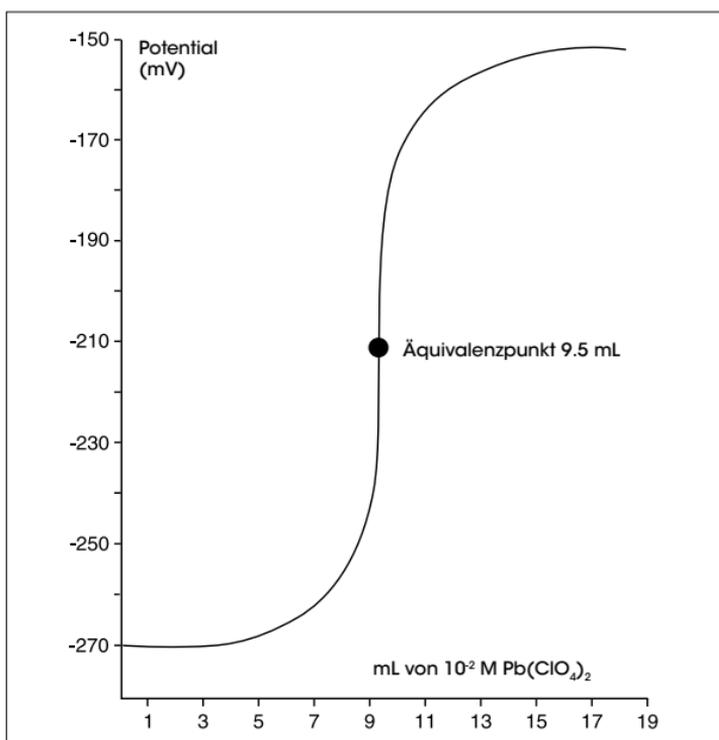

Abbildung 3 – Typische Sulfat-Titration
2. Führen Sie eine Äquivalenzpunkttitration durch und verwenden Sie hierbei ein EQP-Methodentemplat, das in den Tx Excellence- und G20 Compact-Titratoren gespeichert ist. Der Äquivalenzpunkt einer Titration ist der Punkt mit der grössten Steigung (Wendepunkt). Siehe **Abbildung 3**.
3. Führen Sie eine Äquivalenzpunkt titration durch und verwenden Sie hierbei ein EQP-Methodentemplat, das in den Tx Excellence- und G20 Compact-Titratoren gespeichert ist. Der Äquivalenzpunkt einer Titration ist der Punkt mit der grössten Steigung (Wendepunkt). Siehe **Abbildung 3**.